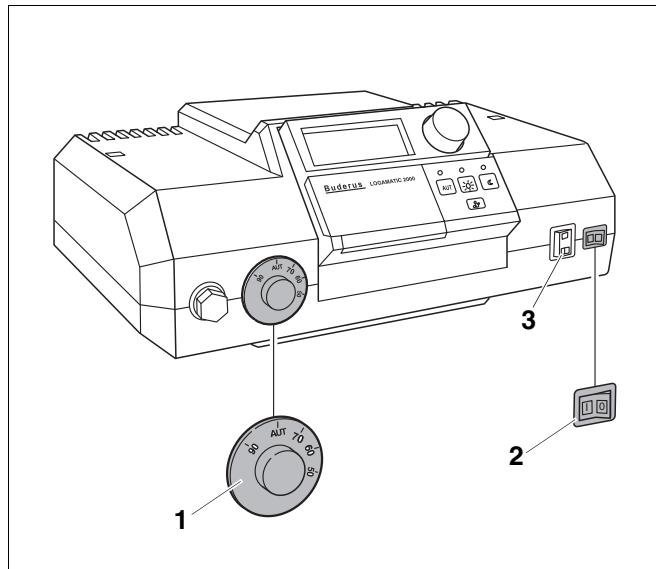
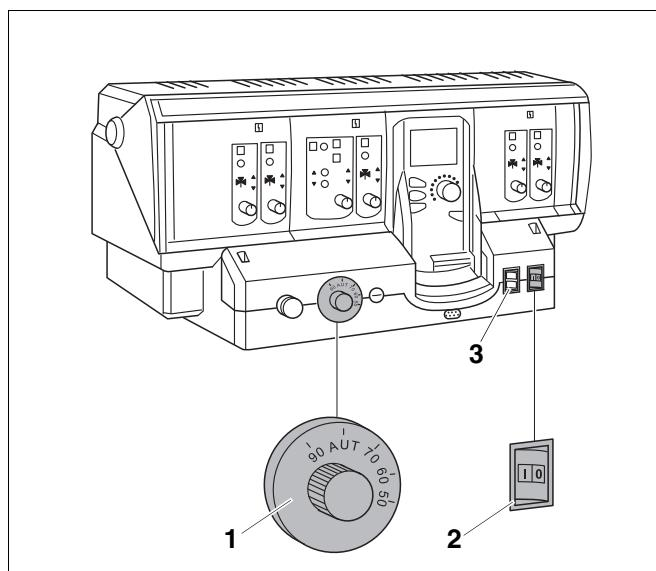

Рис. 3 Система управления (здесь: Logamatic 2107)
Рис. 4 Система управления (здесь: Logamatic 4211)
Включите отопительный котел на системе управления Рис. 3 и Рис. 4. При включении системы управления запустите горелку в автоматическом режиме. Затем горелка может стартовать от системы управления. Дальнейшую информацию по этому вопросу Вы найдете в соответствующей инструкции по эксплуатации системы управления.
- Установите пусковой выключатель (Рис. 3, **поз. 2** и Рис. 4, **поз. 2**) в положение "I" (ВКЛ.).
- Установите регулятор температуры котловой воды (Рис. 3, **поз. 1** и Рис. 4, **поз. 1**) в положение "AUT". При работе в режиме поддержания постоянной температуры установите нужную температуру (минимум 65 °C).
- Установите пусковой выключатель (Рис. 3, **поз. 2** и Рис. 4, **поз. 2**, стр. 9) в положение "0" (ВЫКЛ.)